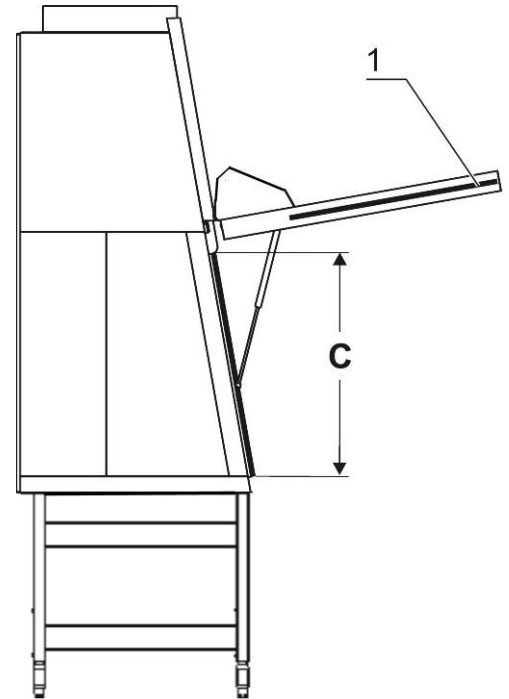

Fig. 6a
- **Fig. 6a:** A tampa frontal com abertura manual [1] possibilita o acesso sobre a largura completa do ambiente de amostra com uma altura de abertura de **C**. Ela será aberta via de regra para a descontaminação e para a instalação de meios operacionais de grande volume.